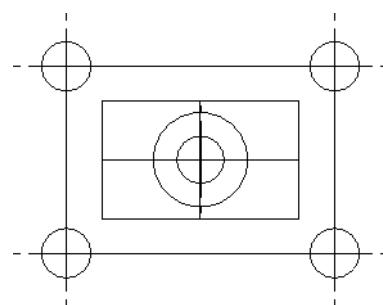

图 3-127 绘制矩形曲面
- 08 在“矩形”工具栏中单击“创建曲面”按钮，并单击“确定”按钮，结果如图 3-127 所示。